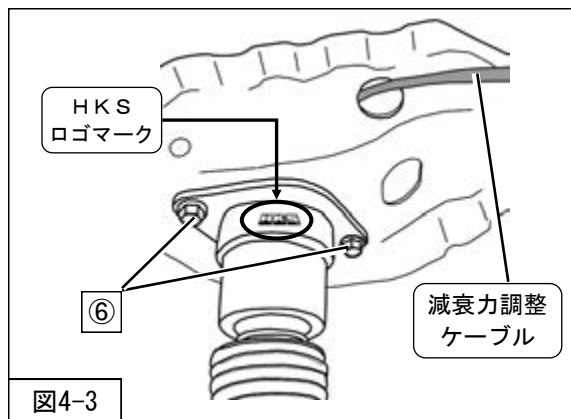

図4-3
3. ワイヤーケーブルを車両へ取付けたアウターケースに挿入しながら、リアショックアブソーバASSY (同梱品) ⑥リアショックアブソーバASSYアッパー取付ボルト (締付トルク: 40N・m) を取付けてください。(図4-3)